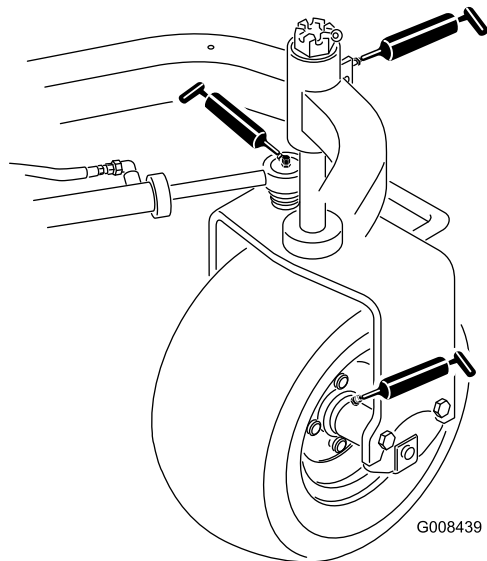

Bild 34
- Hinterradnabe (1) (Bild 34)
- Laufradlager (1) (Bild 34)
- Lenkzylinder (2) (Bild 34)